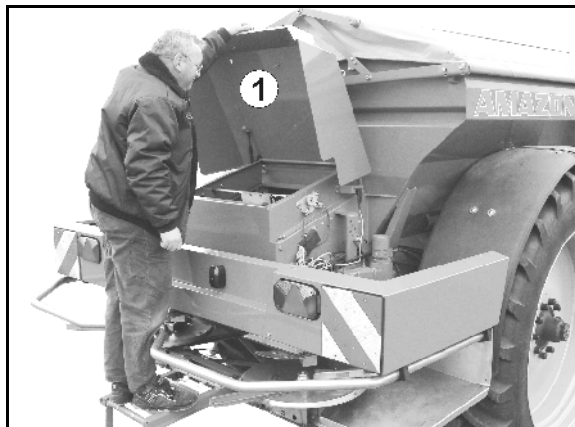

Рис. 79
1. Расфиксируйте кнопку блокировки кожуха (Рис. 79/1).